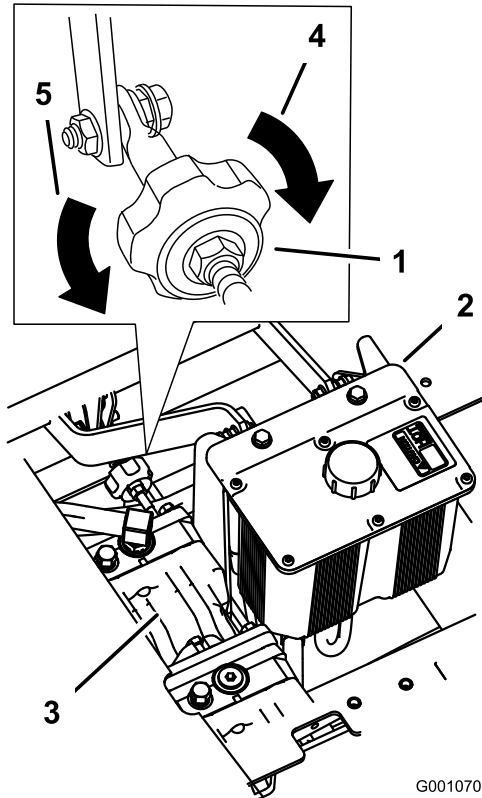

Figura 98
2. Ajuste o comprimento da barra da bomba rodando o manípulo, na direção adequada, até que a roda fique parada ou a rodar ligeiramente para trás (Figura 98).